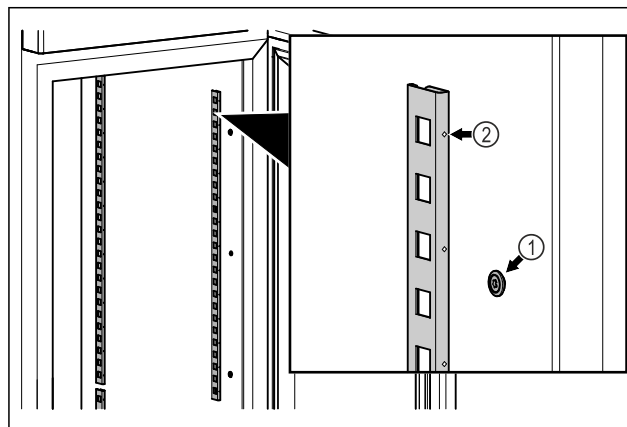

Fig. 85 Atvaizdo pavyzdys
- Įkabinkite fiksuojamųjų juosteles į pakabą Fig. 85 (1). Žyma Fig. 85 (2) turi būti nukreipta į priekį.